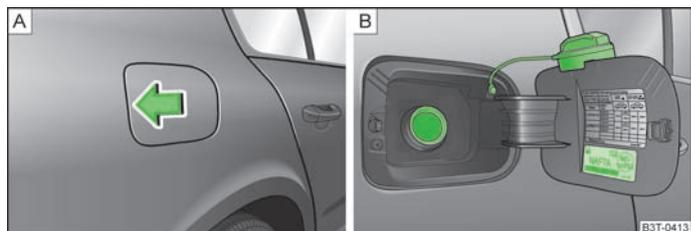

Fig. 158 Lato vettura posteriore destro: Apre lo sportello serbatoio / Sportello serbatoio con tappo a vite
Sul lato interno dello sportello sono riportati i tipi di carburante idonei per la vettura nonché le dimensioni dei pneumatici e la pressione di gonfiaggio » fig. 158 - B.
- Premere al centro dell'area di sinistra del tappo del serbatoio» fig. 158 - A.
- Ruotare completamente verso sinistra la chiusura del tappo e inserire dall'alto il tappo del serbatoio » fig. 158 - B.